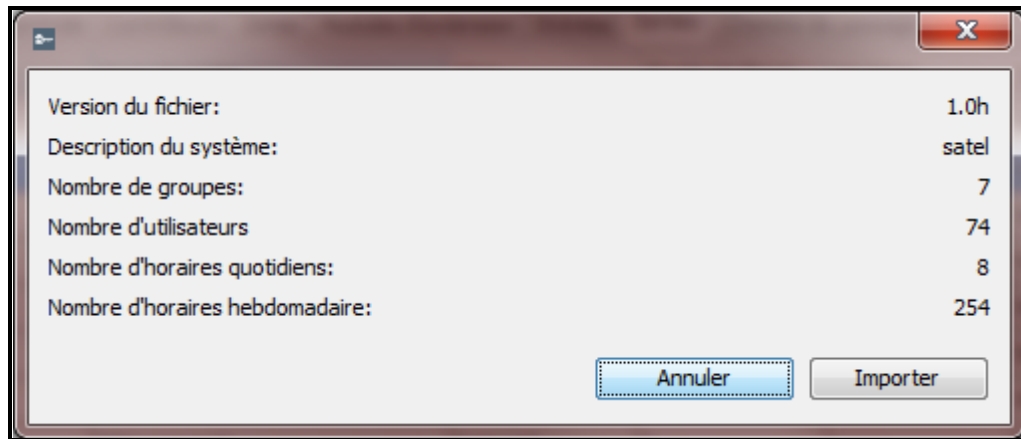

Fig. 44. Fenêtre avec les informations des données importées depuis le programme ACCO-SOFT-LT.
7. La fenêtre avec les informations des données importées s'ouvre (voir : fig. 44). Cliquez sur le bouton Importer pour démarrer la procédure d'importation de données. Une fois la procédure terminée, un message sera affiché pour vous en informer.
Continuer – cliquez pour valider des modifications apportées. La fenêtre avec les informations des données importées depuis le programme ACCO-SOFT-LT s'ouvre (voir : fig. 44).